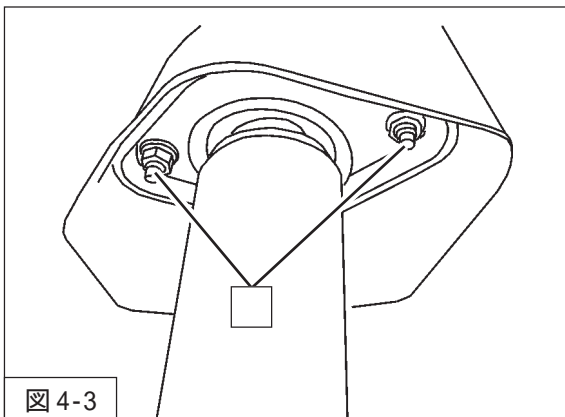

図4-3
4. リアダンパーASSY（同梱品）ダンパーアッパー取付ナット（締付トルク：23N・m）を車両に取付けてください。（図4-3）